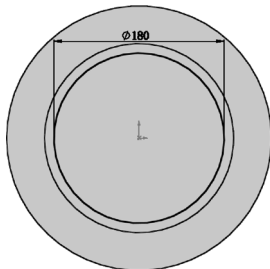

图 9-8 绘制草图 3
**08** 绘制草图 3。选择菜单栏中的“工具”→“草图绘制实体”→“圆”命令, 或单击“草图”控制面板中的“圆”按钮, 以大闷盖中心为圆心绘制直径为 180mm 的圆, 如图 9-8 所示。